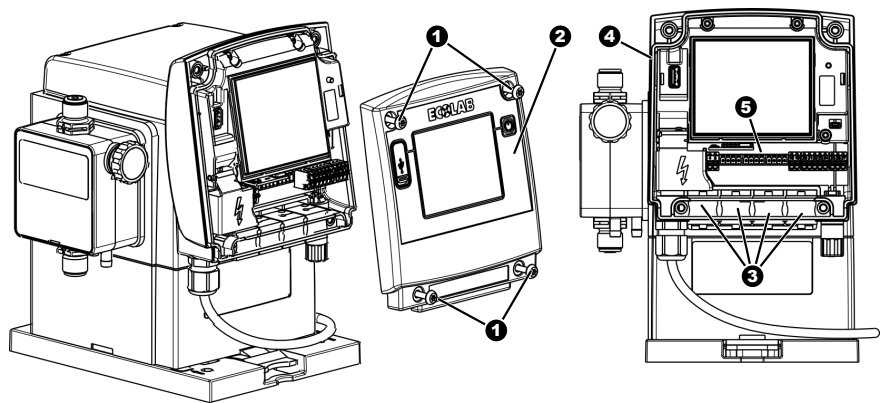

Abb. 11: Elektrische Installation „EcoAdd“
1. → Alle vier Gehäuseschrauben (Abb. 11, 1) lösen.
2. → Frontdeckel (2) abnehmen.
3. → Anschlussleitungen durch die Kabeltüllen (3) führen.
Klemmenbelegung Nach Demontage des Frontdeckels (*Abb. 11, 2*) sind die Klemmen zugänglich.